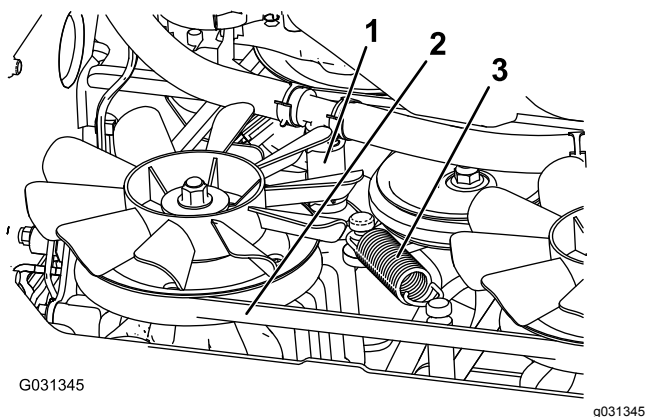

Figura 68
5. Retire o tubo hidráulico inferior (Figura 68).
6. Remova a mola de tensão (Figura 68).
7. Retire a correia da plataforma da embraiagem e da paragem da embraiagem (Figura 68).